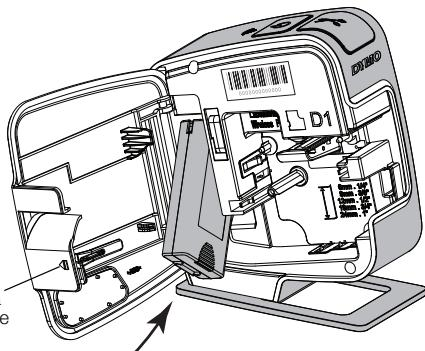

Figura 2
- 2 Insira a bateria em seu compartimento, conforme mostrado na Figura 2.